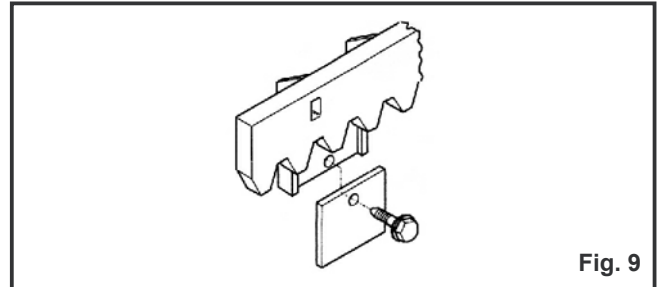

Fig. 9
3.4.3. CREMAGLIERA DI NYLON AD AVVITARE (fig. 9)